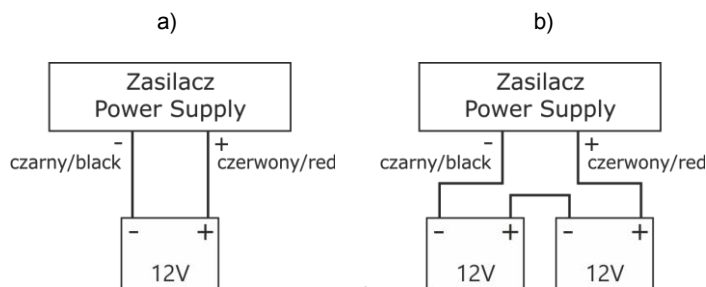

Fig. 4 Collegamento delle batterie a seconda della versione di tensione dell'alimentatore:
5. Installare la batteria/le batterie in un'area designata dell'involucro. Collegare le batterie all'alimentatore prestando particolare attenzione alla polarità corretta e al tipo di connessioni (Fig. 4):